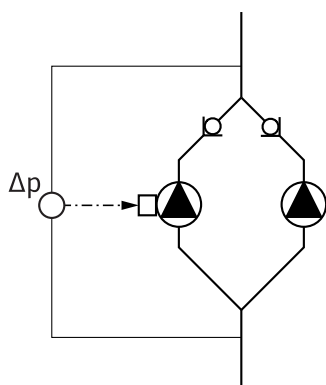

Рис. 13: Пример, подключение дифференциального датчика давления
- В примере на рис. 13 основным насосом является левый по направлению потока насос. К данному насосу подключается дифференциальный датчик давления.
Точки измерения дифференциального датчика давления основного насоса должны находиться в соответствующем коллекторе со стороны всасывания и с напорной стороны двухнасосной установки (рис. 13).